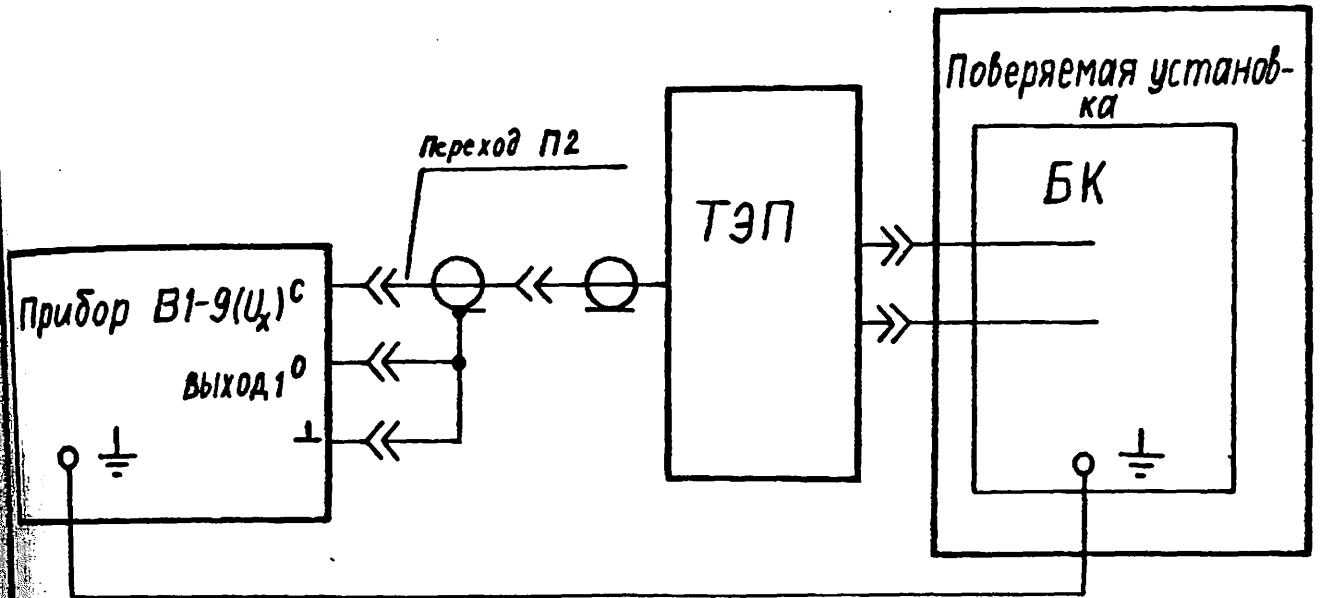

Рис. 20
1) определите изменение выходного напряжения прибора В1-9 ( $U_x$ ) с учетом частотной характеристики ТЭП по схеме рис. 20.